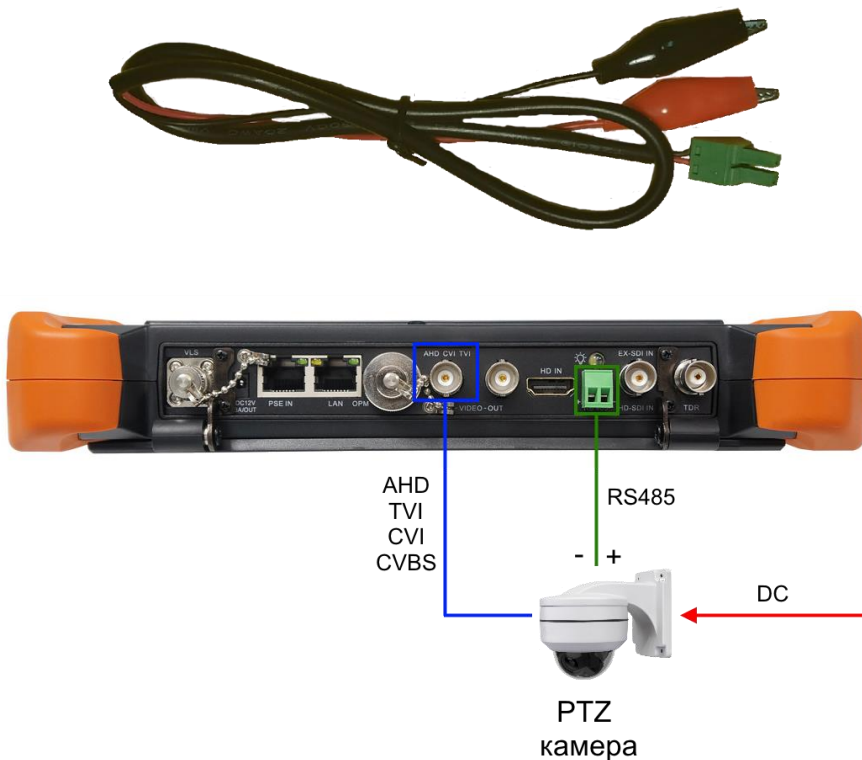

Рис. 13 Подключение PTZ управляемой камеры к тестеру.
- Чтобы подключить видеокамеру с управлением через PTZ используйте дополнительно разъем 2pin «- RS485+» на нижней панели тестера и комплектный кабель 2pin – «крокодилы» (рис. 13)